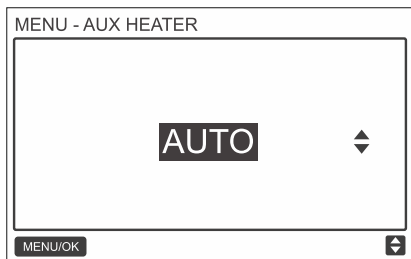

Fig. 76: Impostazione AUX HEATER (Riscaldatore ausiliario)
Premendo il tasto AUMENTARE ▲ o DIMINUIRE ▼ impostare, se il riscaldatore ausiliario deve essere utilizzato automaticamente (AUTO), acceso (ON) o spento (OFF), come mostrato in fig. 76. Quando è impostata la selezione AUTO, lo stato di accensione/spengimento del riscaldatore elettrico dipende dall'impostazione della temperatura di attivazione del riscaldatore ausiliario nel menu di servizio (vedi Menu di servizio - CONFIGURAZIONE IDU - RISCALDATORE AUX nella pag. 17) e sullo stato di funzionamento dell'unità interna e esterna (modalità Riscaldamento, temperatura nella stanza ecc.).